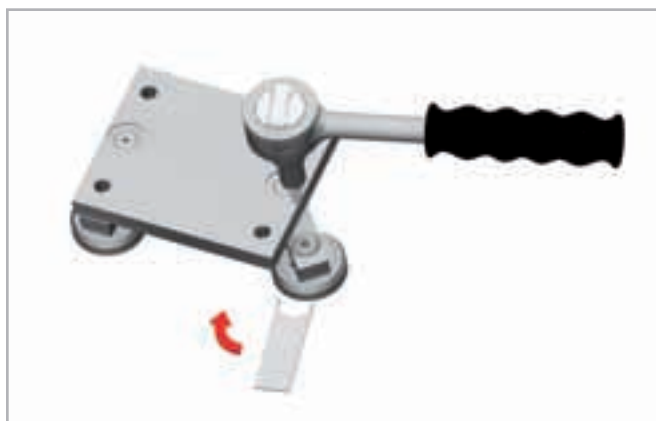

Fig. 11
- Inserire la chiave piatta speciale (fornita) nella sede esagonale del perno da regolare (vedere fig. 11).